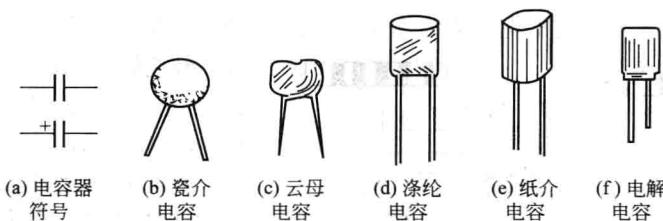

图 1-4 固定电容器外形及电路符号
1) 固定电容器 固定电容器的电容量固定不变。如图 1-4 所示为几种固定电容器的外形和电路符号。其中图 1-4(a) 中，无+的表示无极性的电容器，带+的表示电解电容器，+号表示该引脚为正，另一个引脚为负。使用时不可将极性接反，不可接到交流电路中，否则电容器会被击穿。